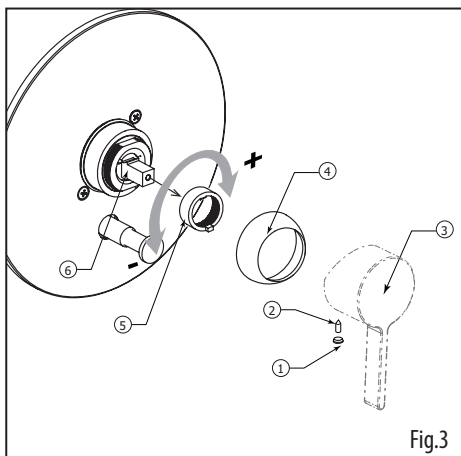

Fig.3
- Remove the decorative cap (1), the setscrew (2), the handle (3) and dome cap (4) (Fig.3).
- Pull out the temperature stop ring (5) from the cartridge (6). Gradually rotate it to the left to lower the highest temperature setting or towards the right to increase it.
- Retirer le capuchon décoratif (1), la vis de retenue (2) et la poignée (3), ainsi que le capuchôn en dôme (4) (Fig.3).
- Ensuite, retirer l'anneau d'arrêt de température (5) de la cartouche (6). Tourner l'anneau graduellement vers la gauche pour diminuer la température maximale et vers la droite pour l'augmenter.